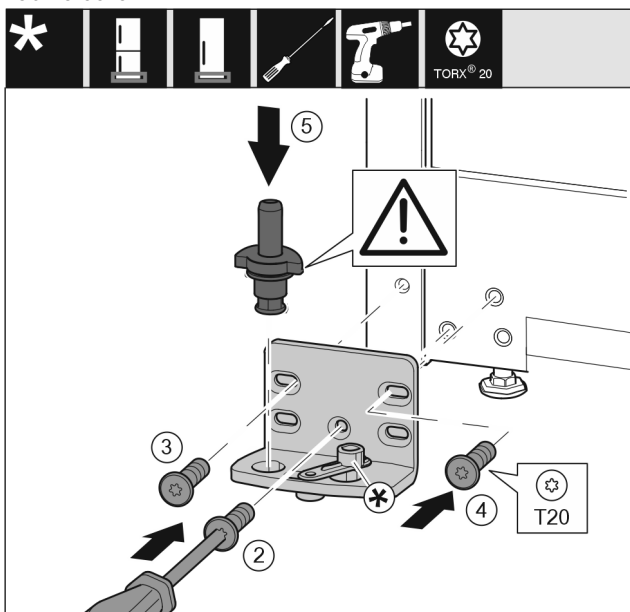

Fig. 20
- Placer le support de palier de l'autre côté et le visser avec un tournevis. Commencer par la vis Fig. 20 (2) en bas au milieu.
- Serrer la vis Fig. 20 (3) et la vis Fig. 20 (4).
- Insérer complètement l'axe de palier Fig. 20 (5). Veiller à ce que l'ergot soit orienté vers l'arrière.